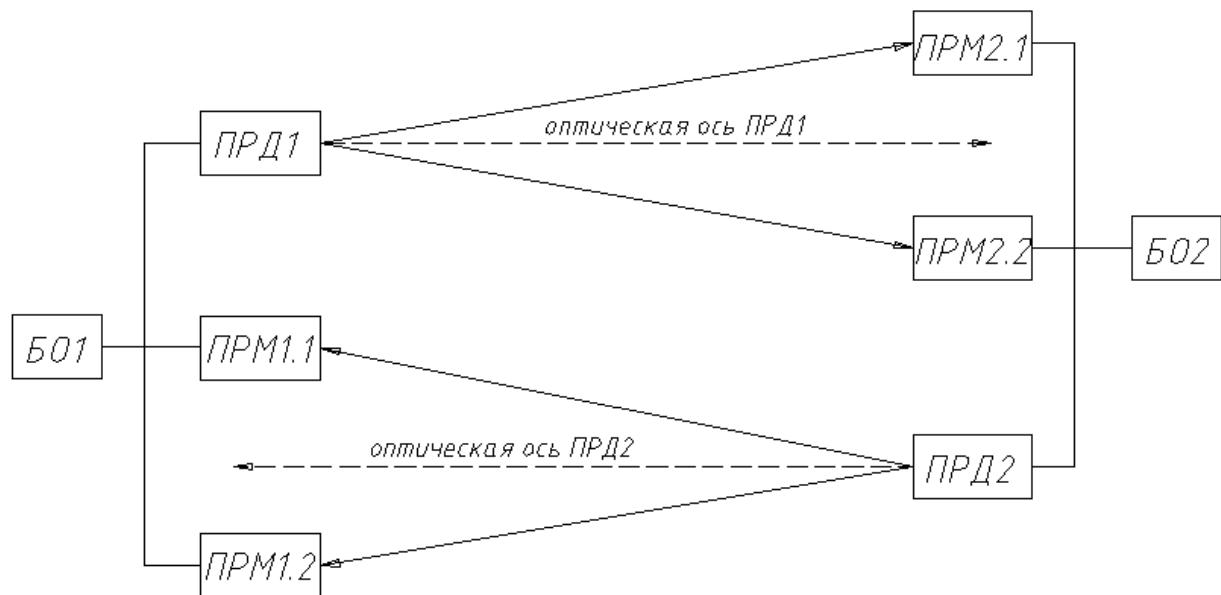
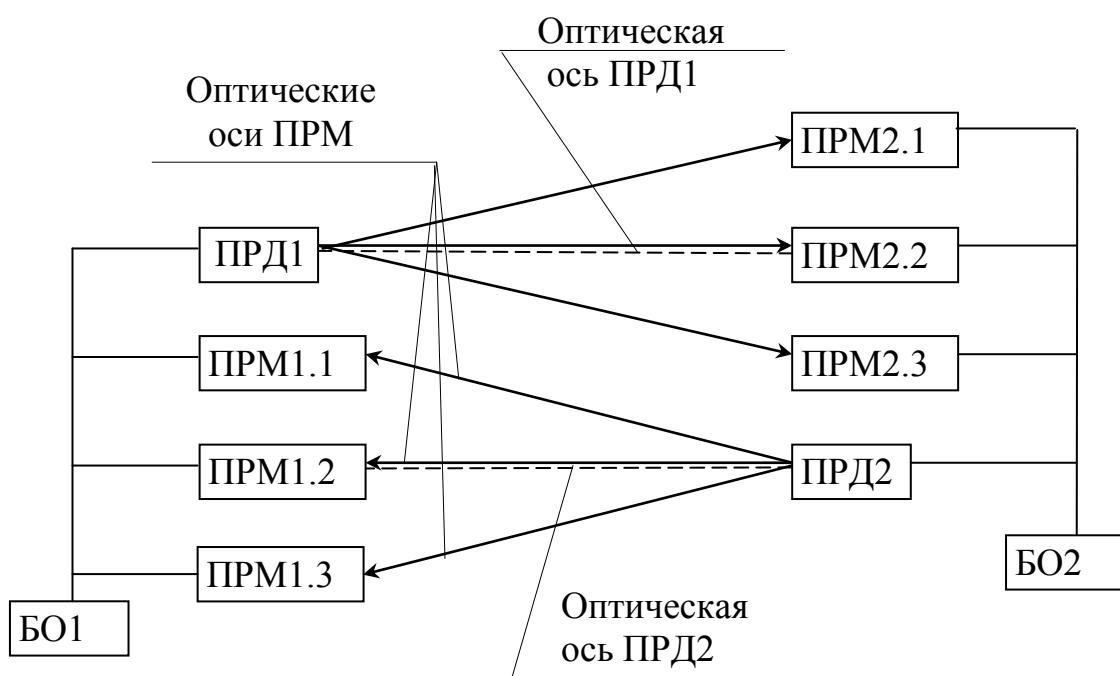

Рисунок 5.1 – Принцип построения 4-лучевого извещателя
Рисунок 5.2 – Принцип построения 6-лучевого извещателя.
Принцип действия извещателя основан на создании многолучевого ИК-барьера, состоящего из четырех (рисунок 5.1) или шести (рисунок 5.2) оптических каналов.
5.2.4.2.2 Отьюстируйте оптический канал ПРД1 – ПРМ2.1 и ПРМ2.2 (см. рисунок 5.1 для 4-лучевого) или канал ПРД1 – ПРМ2.1, ПРМ2.2, ПРМ2.3 (см. рисунок 5.2 для 6-лучевого). Для этого:
5.2.4.2.3 Отьюстируйте оптический канал ПРД2 – ПРМ1.1 и ПРМ1.2 (см. рисунок 5.1 для 4-лучевого) или канал ПРД2 – ПРМ1.1, ПРМ1.2, ПРМ1.3 (см. рисунок 5.2 для 6-лучевого). Для этого: